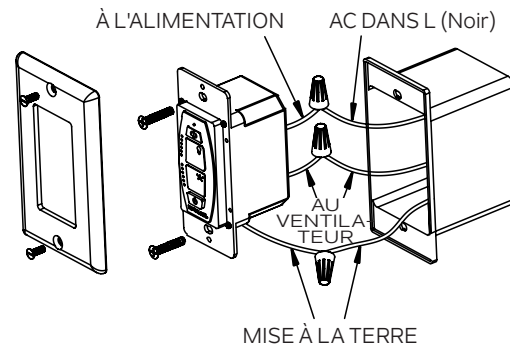

Fig. 16
Étape 2. Placez la commande murale sur la boîte de sortie, connectez les fils avec les connecteurs de fil fournis. (Fig. 16)